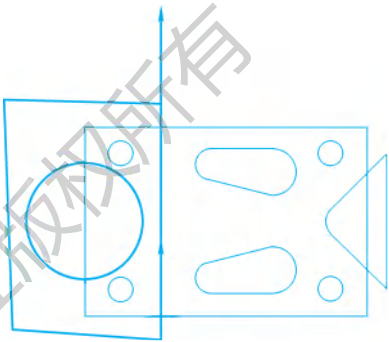

图 3-49 选择加工边界
1) 选择【刀路】/【外形】命令，系统弹出【线框串连】对话框，单击【单一选取】按钮，在绘图区选取一长直线，如图 3-49 所示。根据箭头指向判断此时刀具补偿为左补偿，单击【确定】按钮。